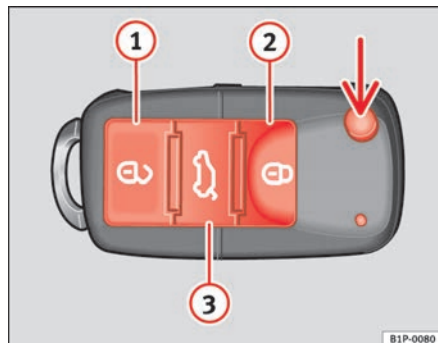

Fig. 63 Teclas de la llave con mando a distancia
Con la tecla $\Rightarrow$ fig. 63 (flecha) del mando, se desbloquea el paletón de la llave.
Desbloqueo del vehículo $\Rightarrow$ fig. 63 ①.
Bloqueo del vehículo $\Rightarrow$ fig. 63 ②.
Desbloqueo del portón trasero. Pulse la tecla $\Rightarrow$ fig. 63 ③ hasta que todos los intermitentes del vehículo parpadeen brevemente. Al pulsar la tecla de desbloqueo $\Rightarrow$ fig. 63 ③, dispone de 2 minutos para abrir el portón. Una vez transcurrido este tiempo se bloqueará de nuevo.
Además, el testigo de la pila de la llave $\Rightarrow$ fig. 63, parpadea.
Pulsando una vez la tecla $\Rightarrow$ fig. 63 ①, se abrirá sólo la puerta del conductor, permaneciendo el resto cerradas.
Pulsando dos veces la tecla  ⇒ **página 104, fig. 63** , se desbloquearán todas las puertas.
- Pulse la tecla  ⇒ **página 104, fig. 63** del mando a distancia.